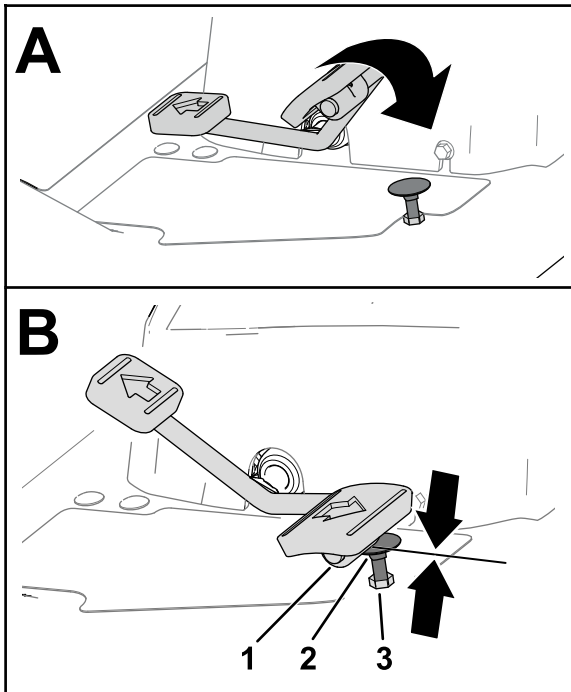
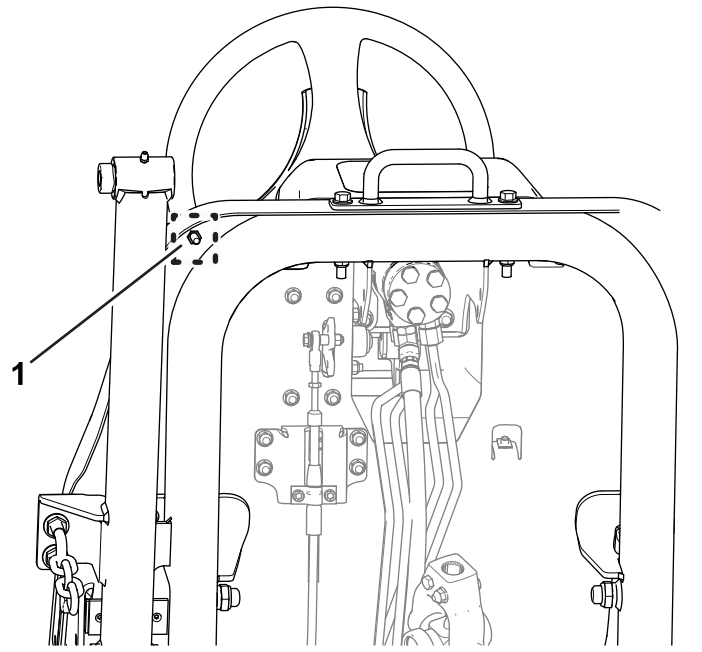

Figura 81
Figura 82
1. Pise el pedal de tracción a fondo (hacia adelante) (Figura 81).
- A. Sujete el tope del pedal de tracción (Figura 81) con una llave inglesa.
- B. Afloje la contratuerca situada por debajo de la placa del reposapiés (Figura 82).
- C. Mueva el pedal de tracción en la posición de velocidad máxima hacia adelante (Figura 81).
- D. Mientras sujeta el tope del pedal de tracción, ajuste la contratuerca situada encima de la placa del reposapiés (Figura 81) hasta que el pedal de tracción entre en contacto con el tope.
- F. Mientras sujeta el tope del pedal de tracción, apriete la contratuerca situada debajo de la placa del reposapiés (Figura 81 y Figura 82) a entre 37 y 45 N·m.